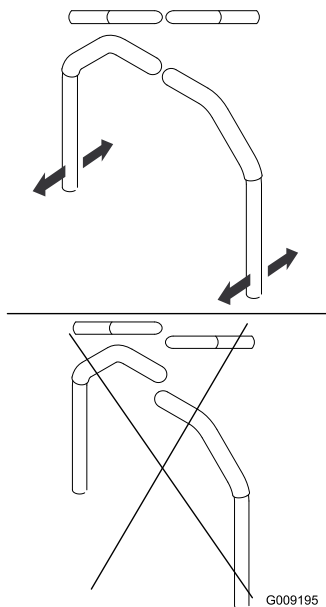

Figure 83
4. Réglez l'alignement avant/arrière des leviers en les plaçant tous deux à la position POINT MORT, puis faites-les coulisser jusqu'à ce qu'ils soient alignés, et serrez les boulons (Figure 83).